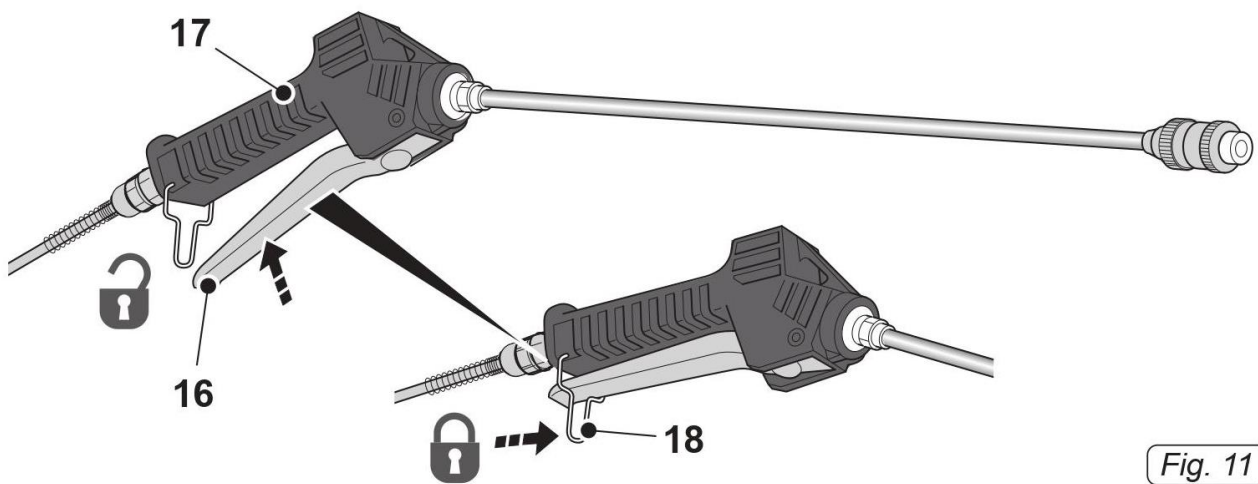

Fig. 11
- Tryk grebet (16, Fig. 11) på mundstykket (17, Fig. 11) og gå i gang med at desinficere overfladerne.
I mundstykket findes en mekanisme (18, Fig. 11) som holder grebet konstant inde i spray position, uden at man behøver bruge fingrene.